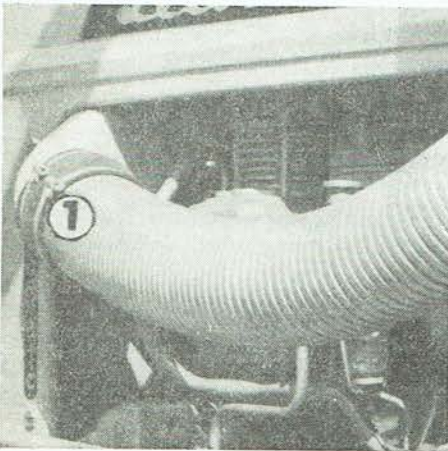

Abb. 149
1. Die Schellen der Gummimuffe (Abb. 149/1) sind zu lösen und die Muffe ist abzunehmen.